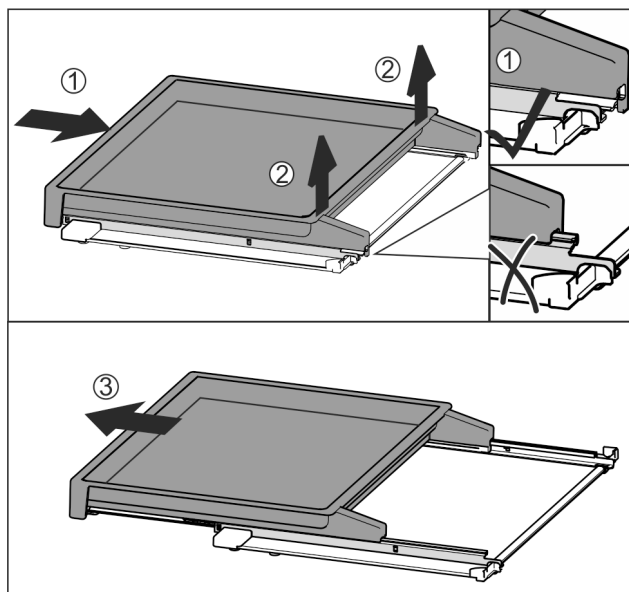

Fig. 43
- ▶ Vysouvací přihrádku zcela zasuňte Fig. 43 (1).
- ▶ Uvolněte západku na zadní straně Fig. 43 (2).
- ▶ Vysouvací přihrádku vyjměte směrem dopředu Fig. 43 (3).